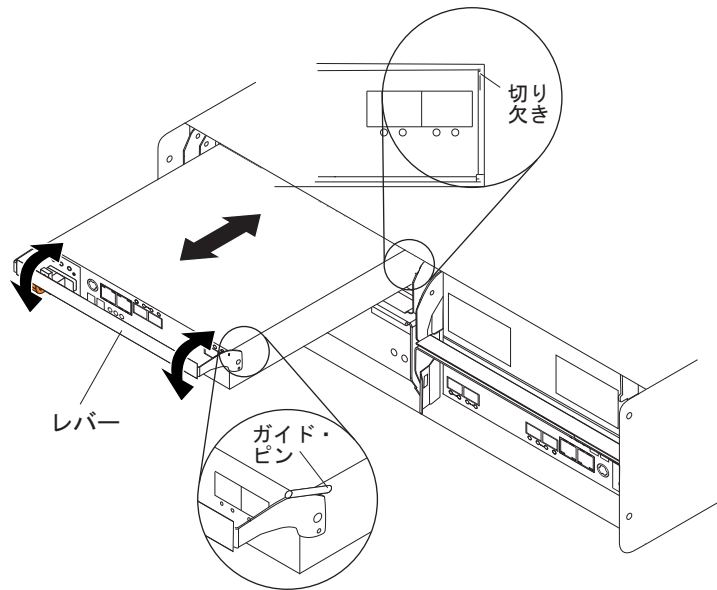

図 20. コントローラーの取り外しと交換
1. 1 つのコントローラーをスライドさせてストレージ・サブシステムの空のスロットに入れます。52 ページの図 20 に示すように、コントローラーをスライドさせて入れる際、レバーがまっすぐ引き出されていることを確認してください。